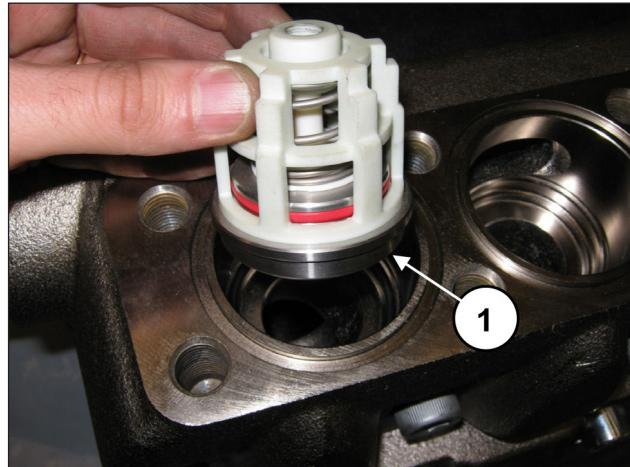

Fig. 156
Insira o grupo da válvula de fluxo (pos. ①, Fig. 156).